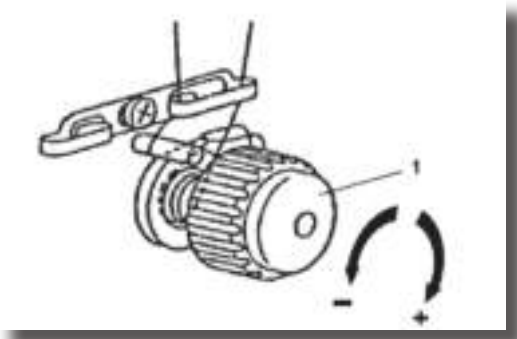

Figura 19
O regular da tensão da linha da agulha é feito através do seletor (1) Figura 19.